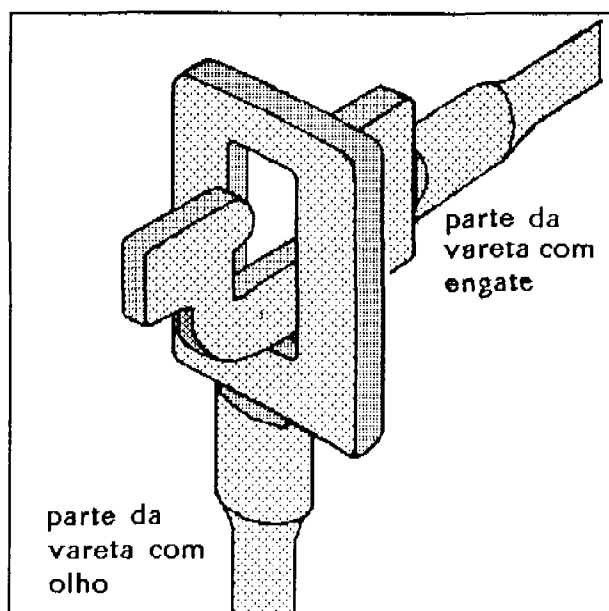

Figura 10
24. As varetas têm extremidades diferentes: um engate e um olho. Veja figura 10.